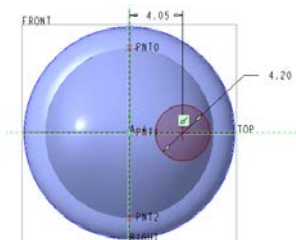

图 13-120 绘制一个圆
- 4 绘制图 13-120 所示的一个圆，单击“确定”按钮。